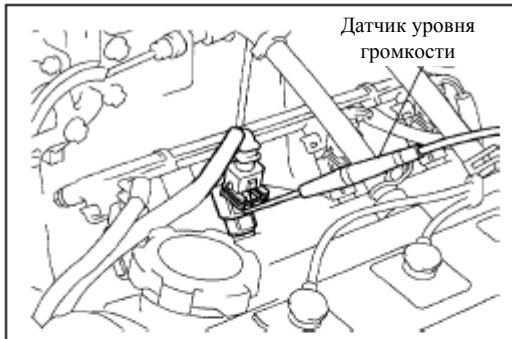

Рис. 49
- (1) Прогрейте двигатель минимум при 2 500 об./мин., и проверьте громкость звука работы инжектора датчиком уровня громкости (см. Рис. 49).
- (2) При открытии заслонки дросселя, звук от инжектора должен сразу же исчезнуть; повторите проверку несколько раз.